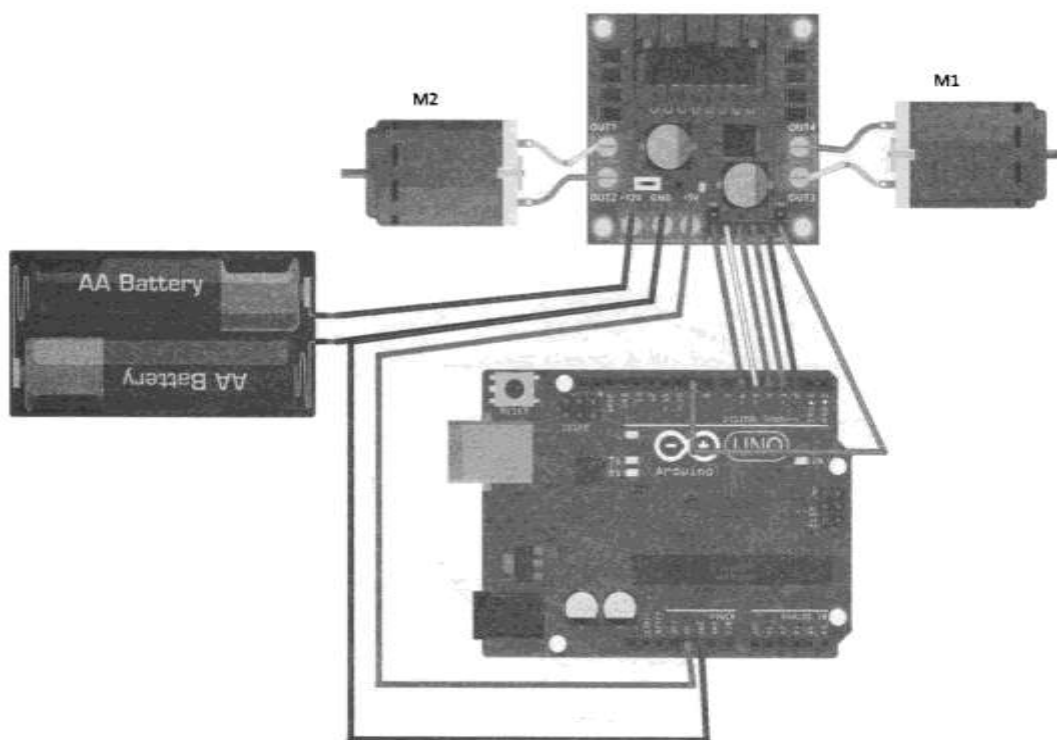

Рис. 5.25. Схема управления двигателями с регуляцией на основе ШИМ
1. Добавьте к схеме управления двигателями (рис. 5.23) возможность управления мощностью двигателей с помощью ШИМ (рис. 5.25), что позволит аппаратно управлять скоростью вращения вала двигателя и, соответственно, скоростью движения робота. Для этого потребуются два порта с аппаратным ШИМ, на плате они обозначены символом волнистой линии (~) — пусть это будут порты 6 и 9. Уберите перемычки с контактов ENA и ENB драйвера и подсоедините эти контакты к портам 6 и 9 платы Arduino.